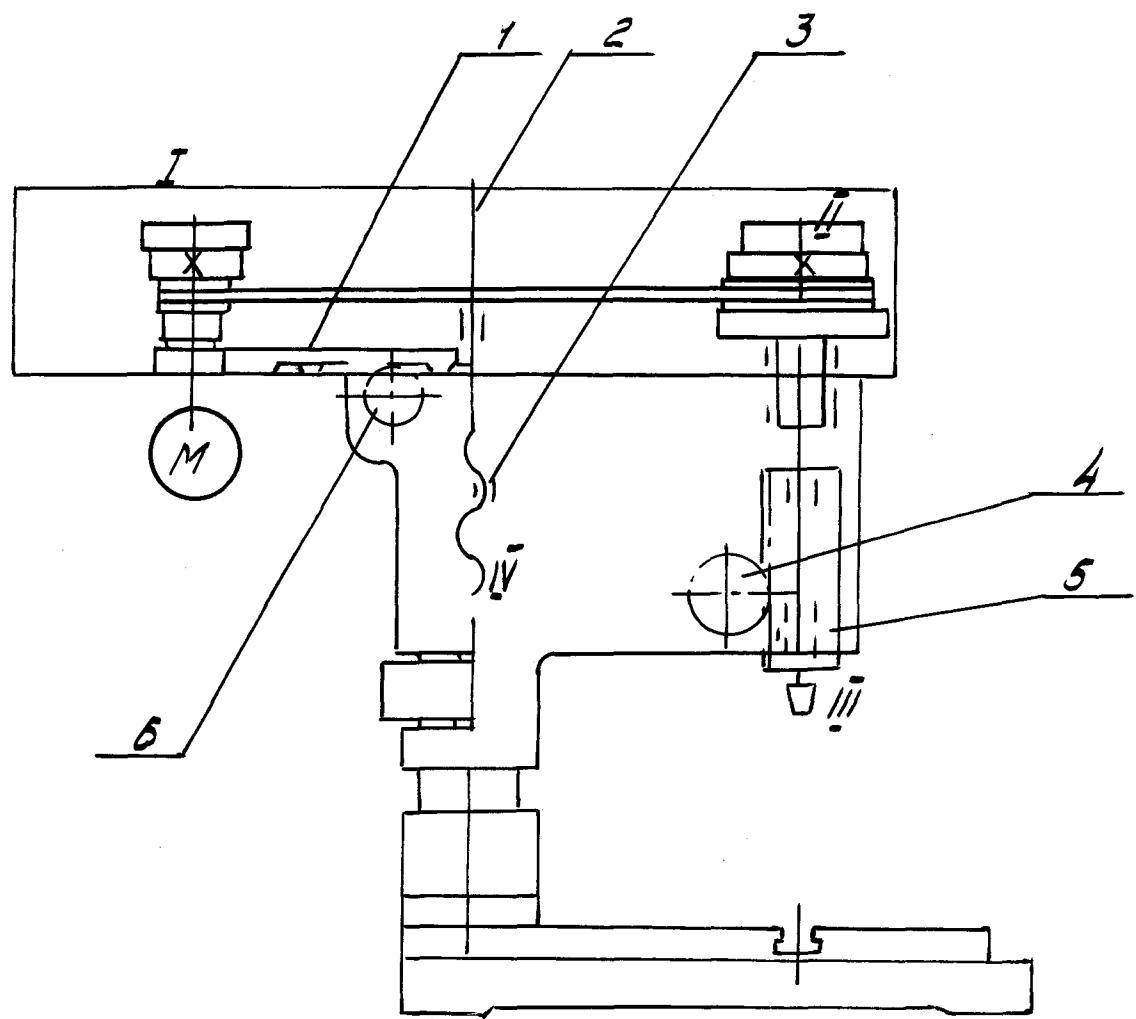

Рис.2. Кинематическая схема.
(1)		Напряжение 380 V
(2)		Главный выключатель
(3)		Заземление
(4)		Осторожно! электрическое напряжение
(5)		Число оборотов в мин.
6.3. Схема кинематическая /рис.2/.